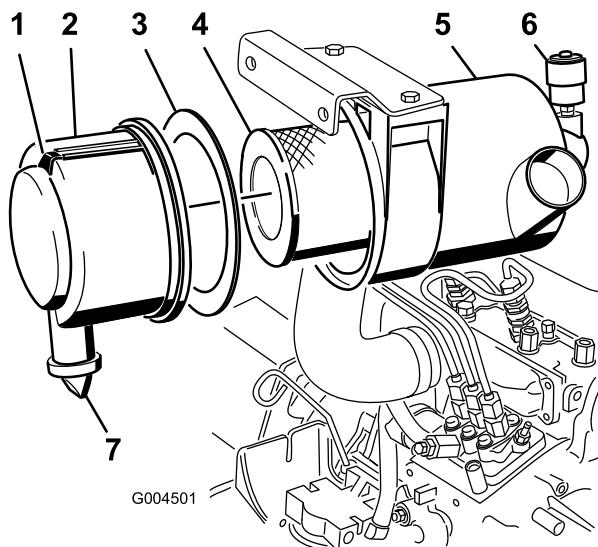

Figure 59
- Faites l'entretien du filtre à air quand l'indicateur de colmatage (Figure 59) est rouge ou toutes les 400 heures (plus fréquemment si vous travaillez dans une atmosphère extrêmement poussiéreuse ou sale). N'effectuez pas l'entretien du filtre à air trop souvent.
- Tirez le verrou vers l'extérieur et tournez le couvercle du filtre à air dans le sens antihoraire (Figure 59).
- Déposez le couvercle du corps du filtre à air (Figure 59).
- Déposez et remplacez le préfiltre (Figure 59).
- Vérifiez que le joint en mousse est en place dans le couvercle et qu'il n'est pas déchiré ou endommagé (Figure 59). Remplacez-le s'il est endommagé.
- Retirez la valve de sortie en caoutchouc du couvercle (Figure 59).
- Réarmez l'indicateur de colmatage (Figure 59) s'il est rouge.